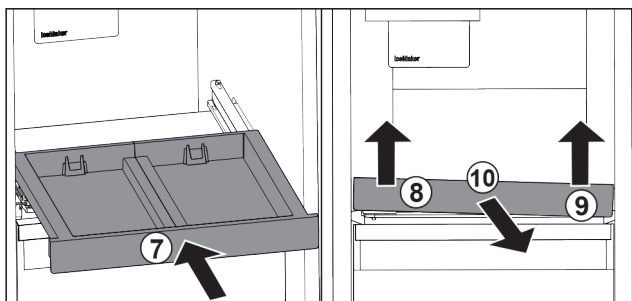

Fig. 120
- Rentrer le compartiment coulissant. Fig. 120 (7)
- Soulever le compartiment coulissant au niveau de la partie avant gauche. Fig. 120 (8)
- Soulever le compartiment coulissant au niveau de la partie avant droite. Fig. 120 (9)
- Retirer le compartiment coulissant par l'avant. Fig. 120 (10)